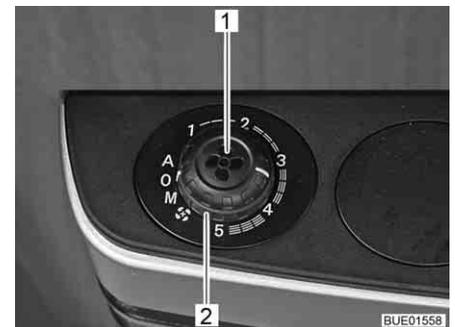

Fig. 141 Botón giratorio e interruptor giratorio para el control del ventilador
- Ajustar el modo de funcionamiento deseado con el botón giratorio (Fig. 141,2).
- Ajustar el interruptor giratorio (Fig. 141,2) en "0".